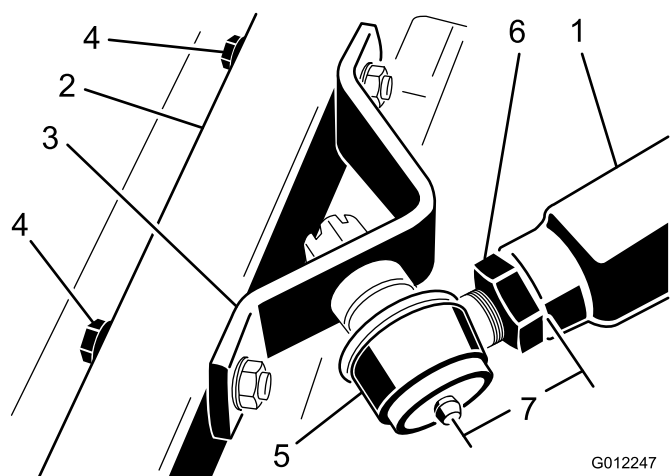

Figura 6
3. Misurate la distanza dall'estremità del braccio di spinta destro al centro del giunto sferico (raccordo d'ingrassaggio) (Figura 6). La distanza dovrebbe essere di circa 70 mm. Se la distanza non è 70 mm, allentate il controdado che fissa il giunto sferico al braccio di spinta e ruotatelo verso l'interno o l'esterno fino a raggiungere la distanza prevista (Figura 6). Non serrate ancora il controdado.
6. Serrate il controdado grande che fissa il giunto sferico al braccio di sollevamento (Figura 6). Per serrare il controdado, tenete diritto il giunto sferico per consentire la corretta oscillazione durante il sollevamento e l'abbassamento dell'apparato di taglio. Togliete con cautela il blocco di legno che fissa il braccio di spinta in basso.